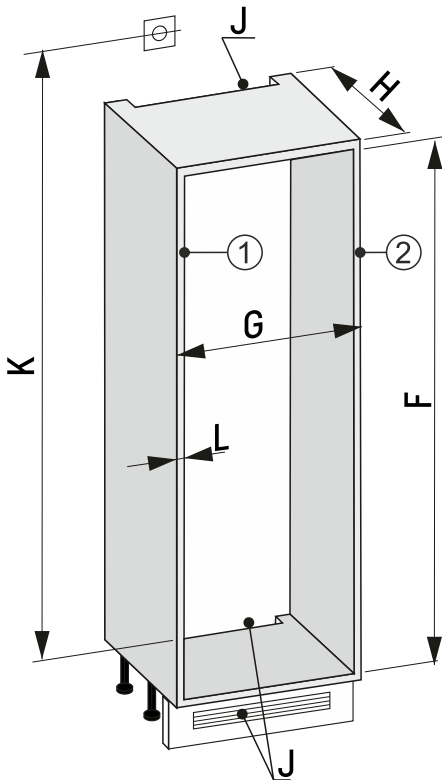

Fig. 91 30"-syvennyks
► Mittaa kalusteseinän paksuus Fig. 91 (L).